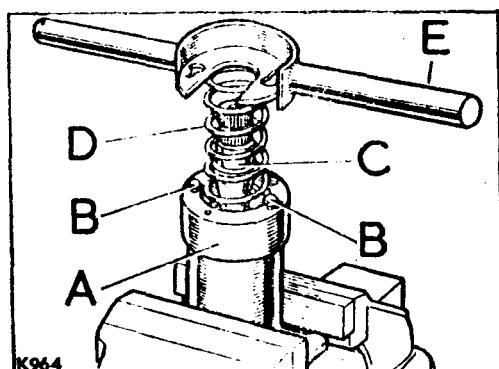

Fig. G1-74.- Muelle dispuesto para su montaje
- 3.5.- Introducir la arandela para el muelle en la caja y colocar los tornillos, B (Fig. G1-74), en la caja, en dos puntos diametralmente opuestos.